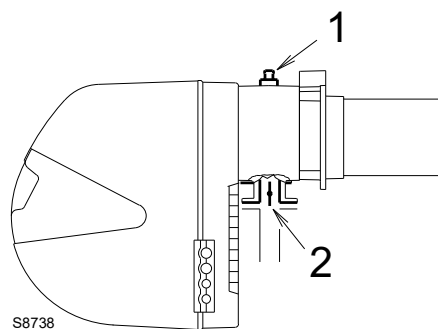

Fig. 23
Pressione del gas misurata alla presa 1)(Fig. 23), con:
Perdita di carico farfalla gas 2)(Fig. 23) con apertura massima: 90°.
- sottrarre dalla pressione del gas alla presa 1)(Fig. 23) la pressione in camera di combustione.
Pressione del gas alla presa 1)(Fig. 23) = 9,5 mbar
Per conoscere invece la pressione del gas necessaria alla presa 1)(Fig. 23), fissata la potenza massima di modulazione alla quale si desidera funzioni il bruciatore:
- Leggere sulla destra, colonna 1, la pressione alla presa 1)(Fig. 23).
pressione necessaria alla presa 1)(Fig. 23).